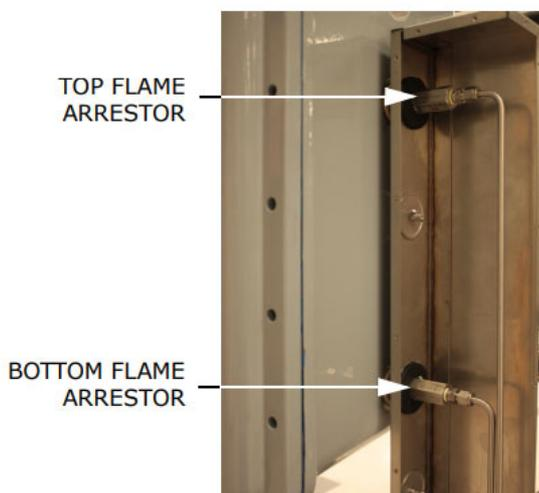

Figura 42. Posições do corta-chamas dentro do gabinete
5. Desmonte a tubulação usando uma chave de 9/16 pol.. Consulte a Figura 42 abaixo.